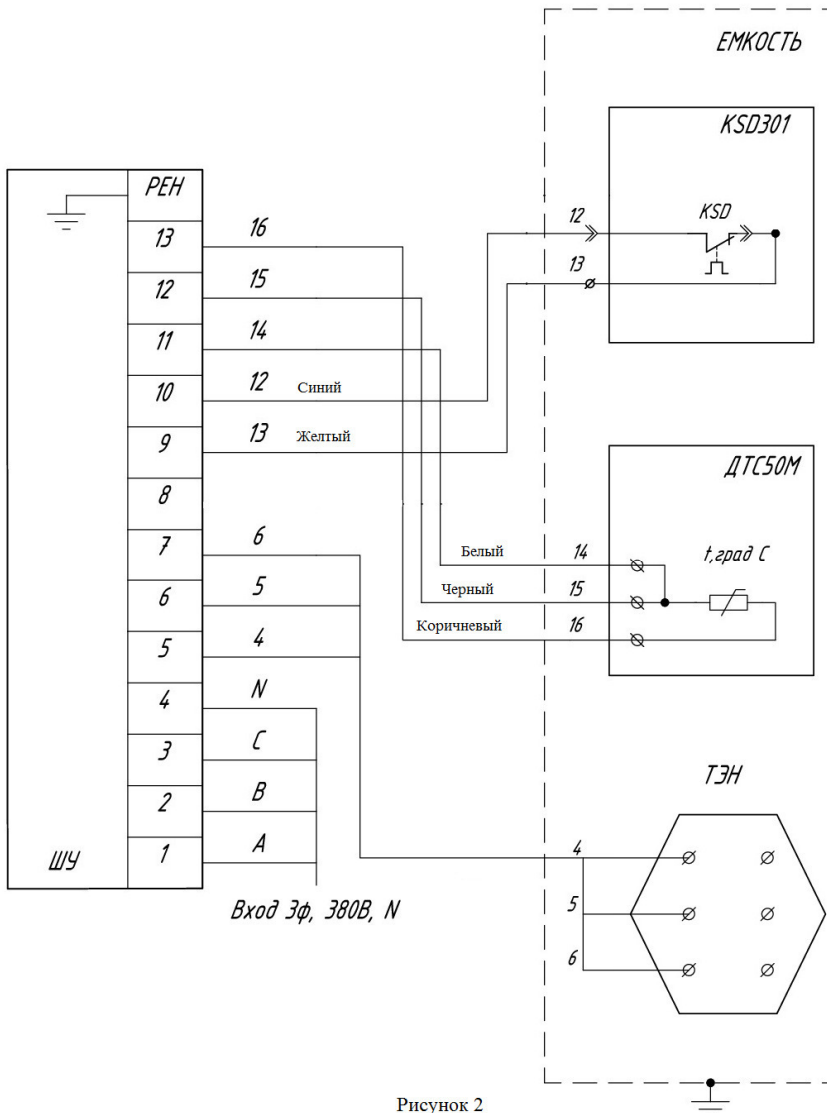

Рисунок 2
Работы по подключению выполнять согласно схеме соединений рис.2.
- Подсоединить жилы кабеля согласно схеме соединений рис.2.
- Подключить кабель управления от термостата к зажимам в Шкафу Управления, согласно схеме соединений (рис.2).
- Подключить кабель управления от датчика термосопротивления к терморегулятору ТРМ1 в ШУ, согласно схеме соединений (рис.2).